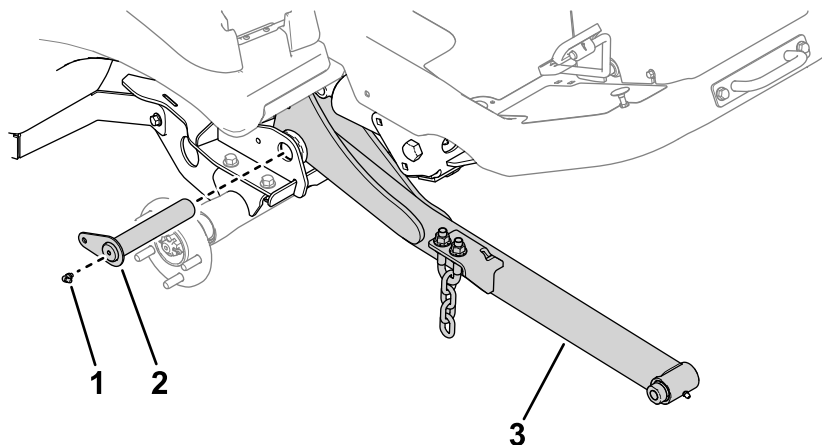

Figura 5
2. Utilizați 2 tifturi mari pentru a monta braele de ridicare pe cadrul mainii (Figura 5).
3. Montați fittingurile de lubrifiere la tifturile mari (Figura 5).